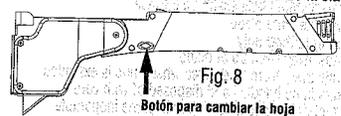

Fig. 8
• Oprima el botón de cambio de hoja ubicado al lado de la clavadora. Fig. 8.